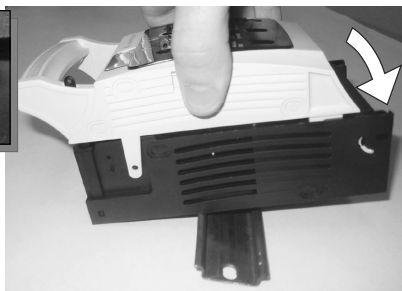

Figura 10
- Posicione el enganche inferior de la base en la parte inferior del riel DIN (Figura 10).